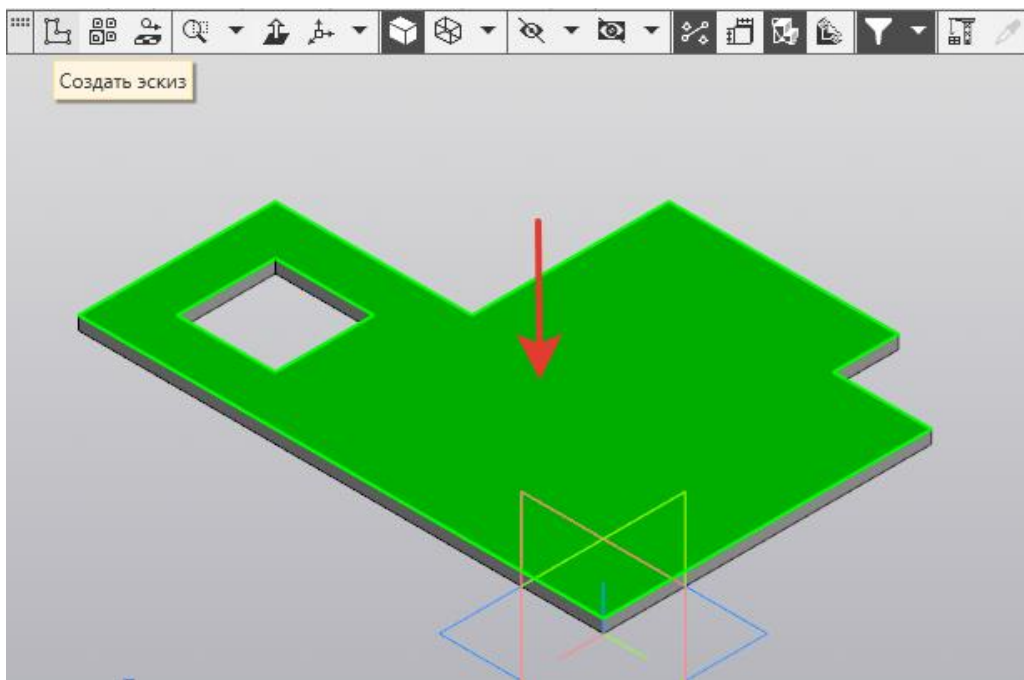

Рисунок 75.
4. СГИБАНИЕ ЛИСТА. Указать поверхность, на которой будет формироваться сгиб, и создать  Эскиз (рисунок 75).